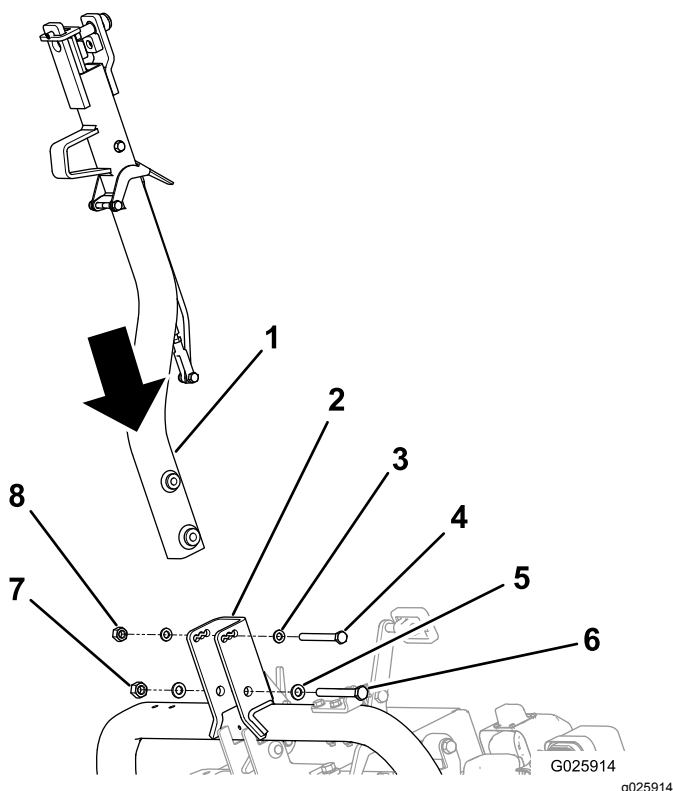

Bild 5
- Schraube, M10 x 30 mm (4)
- Sicherungsscheibe, M10 (4)
- Scheibe, M10 (4)
- Mutter, M10 (4)
2. Befestigen Sie die Anbauvorrichtung mit den entsprechenden Befestigungen an der Schwenkhalterung der Anbauvorrichtung, siehe Bild 5.